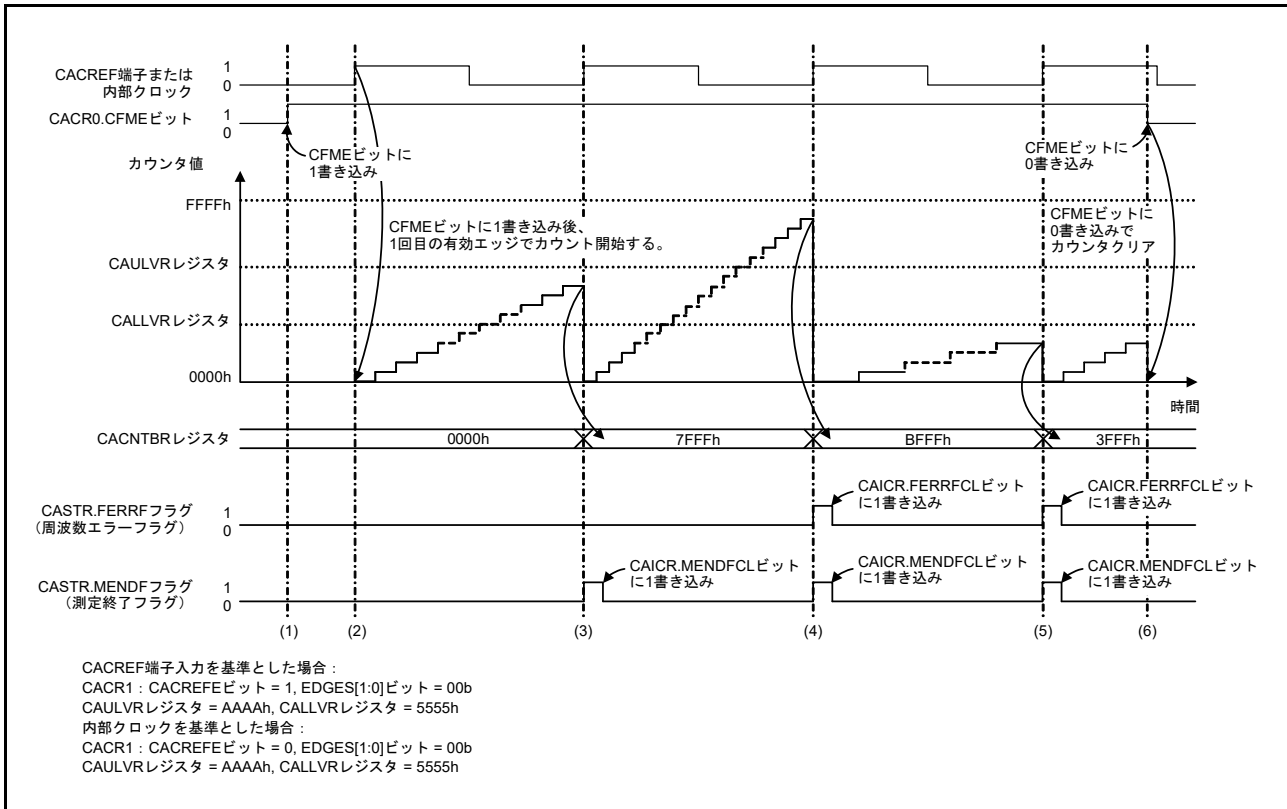

図 10.2 CAC の動作例
CAC は、CACREF 端子入力または内部クロックを基準にしてクロック周波数を測定します。図 10.2 に CAC の動作例を示します。
2. CACR1.EDGES[1:0] ビットで選択した有効エッジが測定基準クロックから入力されると、タイマがカウントアップを開始します。図 10.2 に示すように、有効エッジは立ち上がりエッジ (CACR1.EDGES[1:0] = 00b) です。